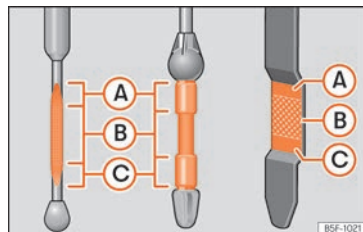

Fig. 304 Jauge d'huile moteur
- Puis retirez-la à nouveau et vérifiez le niveau d'huile » fig. 304. Faites l'appoint d'huile moteur si nécessaire.
Ne démarrez pas le moteur si le niveau d'huile se trouve au-dessus de la zone » fig. 304 **A**. Risque d'endommagement du moteur et du catalyseur ! Prenez contact avec un atelier spécialisé.
Le niveau d'huile ne doit en aucun cas dépasser la zone » fig. 304 **A**. Sinon, de l'huile risque d'être aspirée par l'aération de carter-moteur et parvenir dans l'atmosphère par l'intermédiaire du système d'échappement.